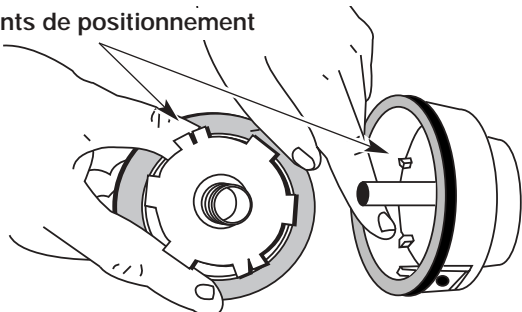

Figure 14
5. Vérifiez l'état d'usure des dents de positionnement du moulinet et de la bobine (Fig. 14). Enlevez les ébarbures ou remplacez le moulinet et la bobine au besoin.